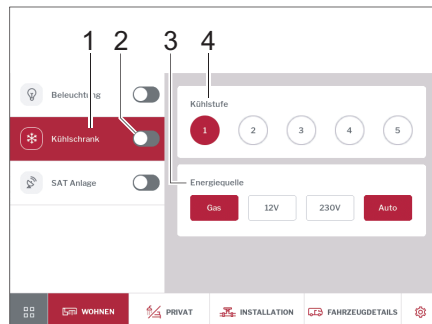

Fig. 271 Frigorífico
- Encender o apagar el frigorífico con el interruptor deslizante (Fig. 271,2).
- Tocar en la opción *Frigorífico* (Fig. 271,1).
En el panel de control se pueden ajustar los niveles de refrigeración (Fig. 271,4) y la fuente de energía (Fig. 271,3).